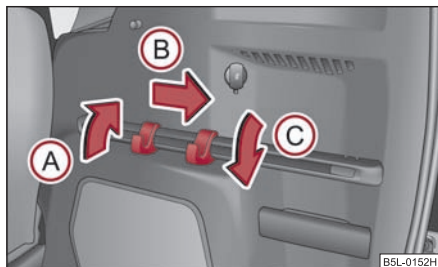

Fig. 96 Portbagajul: Șipca de fixare cu cârlige deplasabile
Pe ambele părți ale portbagajului se găsește câte o șipcă de fixare cu câte două cârlige deplasabile, pentru fixarea bagajelor mici, de ex. a genților ș.a. ⇒ pagina 87, fig. 96. fiecare cârlig poate susține o geantă cu o greutate de până la 7,5 kg.
- Rabatați cârligul în sensul indicat de săgeata **(A)** în sus, până la un unghi de cca. 45° ⇒ pagina 87, fig. 96.